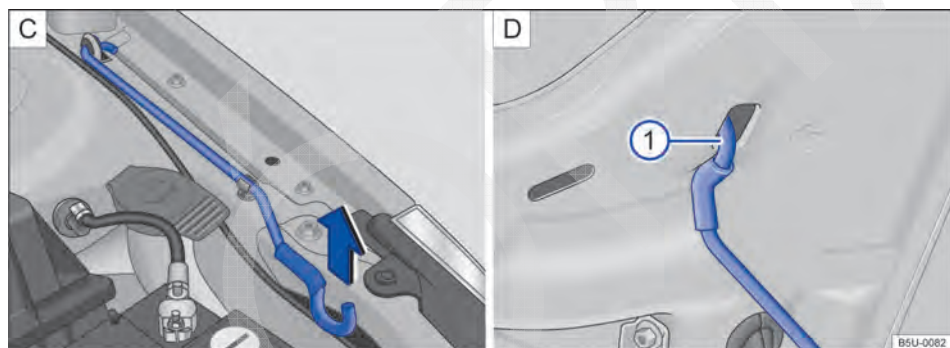

Fig. 123 **C** Haste de sustentação da tampa do compartimento do motor. **D** Tampa do compartimento do motor apoiada na haste de sustentação.
- Retirar a haste de sustentação do suporte no sentido da seta → Fig. 123 **C** e posicioná-la na abertura na tampa do compartimento do motor → Fig. 123 **1** **D**. ▶
- Retirar a haste de sustentação do furo → Fig. 123 e encaixá-la no suporte do fecho → Fig. 123 .